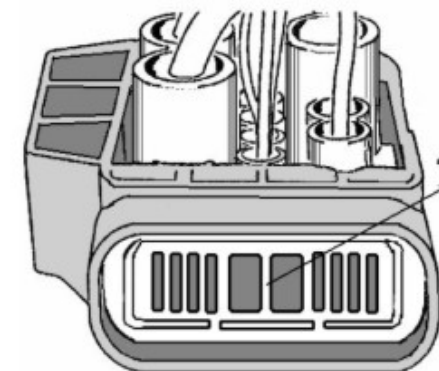

Bild 3.
14. Lås upp kabelsatskontakt X26 och frånskilj den (bild 3).
- ▶ Avlägsna spärren (1).